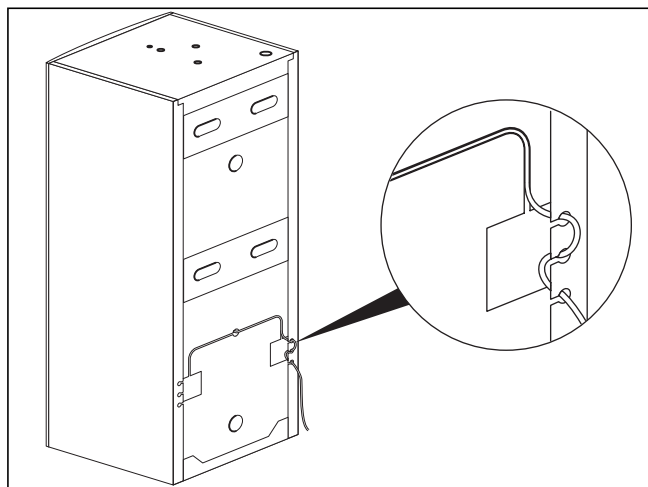

Fig. 5.1 Connexion du câble de la sonde de ballon
- Insérez la sonde comme sur la fig. 5.1 dans sa douille (cf. fig 2.1, réf. **11**).